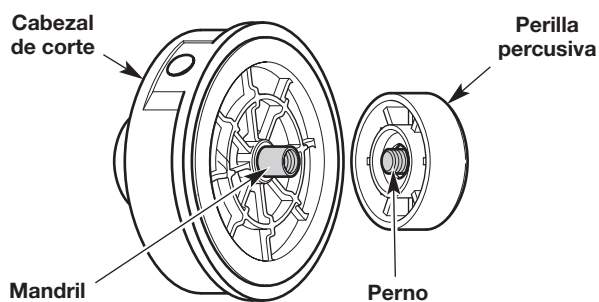

Fig. 15
- Mantenga el cabezal de corte en su lugar (Fig. 15). Gire la perilla de impacto en el sentido de las agujas del reloj para desenroscarla del cabezal de corte (Fig. 15).
- Inspeccione el perno que está dentro de la perilla de impacto para comprobar que se mueva libremente (Fig. 15). Reemplace la perilla de impacto si está dañada.
5. Mientras sujeta el carrete interior y la bobina exterior juntos, enrosque la perilla de impacto en sentido contrario a las agujas del reloj (Fig. 15). Ajuste firmemente la perilla de impacto.